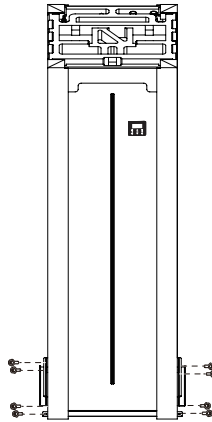

Fig.2-5
- Irrotta 8 ruuvia metalli levyltä ja irrotta levy (Fig 2-5)